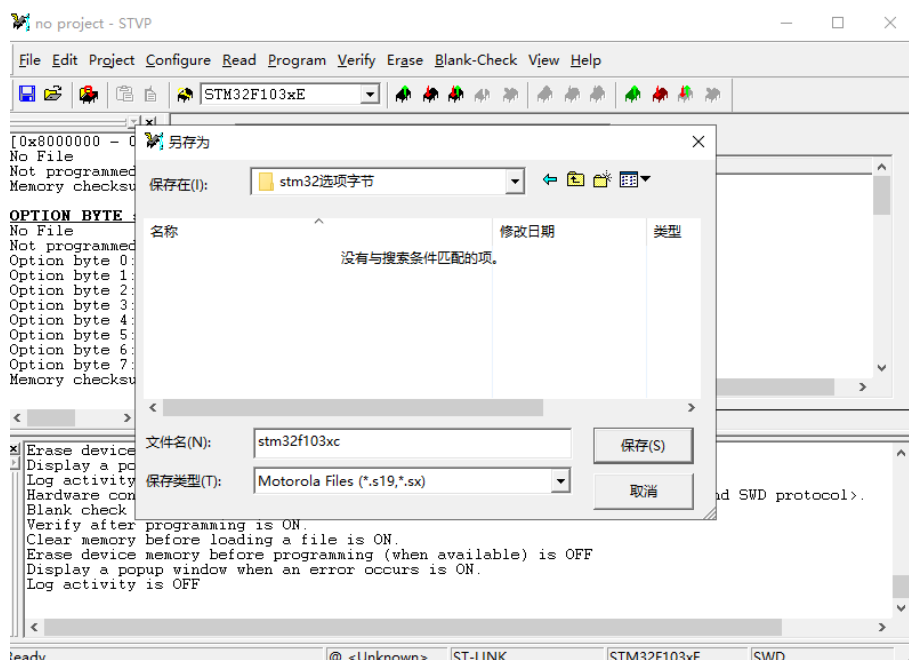

图 2.14-5 保存选项字节配置为.s19 后缀的文件
3、把此时通过 STVP 配置好的选项字节另存为一个.s19 后缀的文件, 如图 2.14-5 所示。